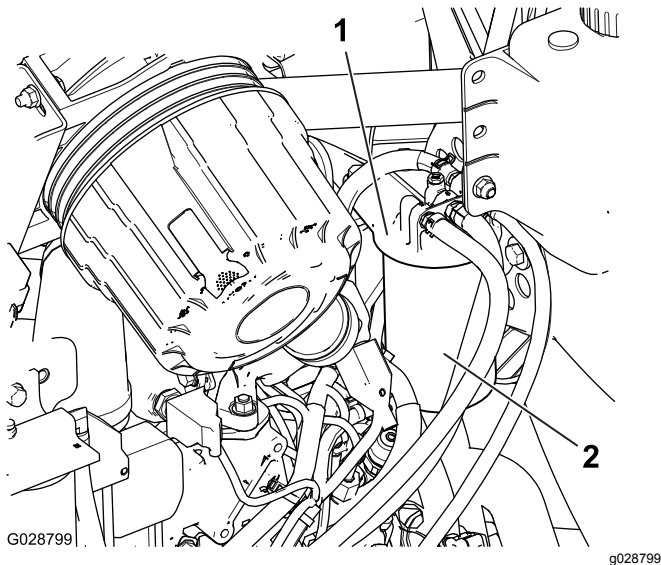

Figura 45
1. Limpie la zona alrededor de la cabeza del filtro de combustible (Figura 45).
2. Retire el filtro y limpie la superficie de montaje de la cabeza del filtro (Figura 45).